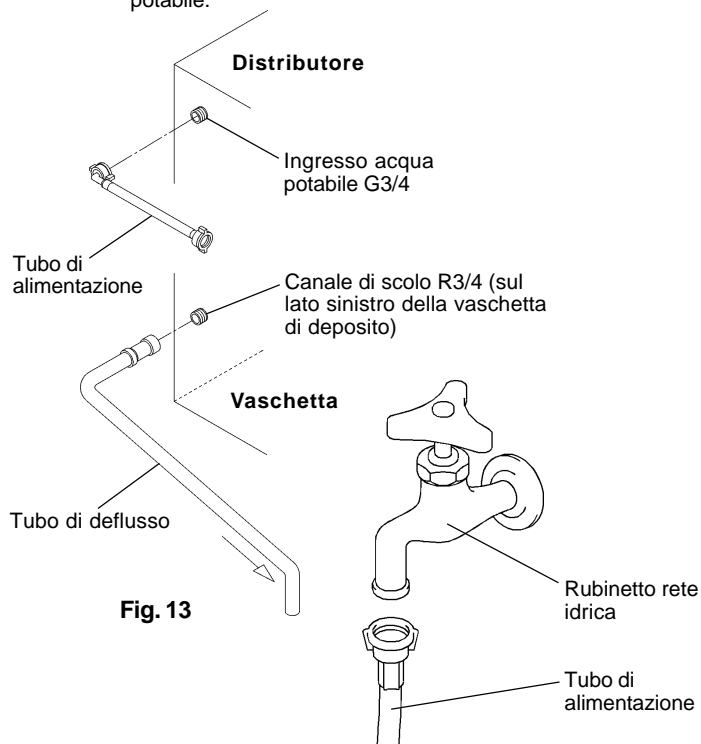

Fig. 13
- 1) Collegare l'estremità ad angolo del flessibile bianco (accessorio) al raccordo G3/4 sul retro del distributore come indicato (Fig. 13), accertandosi che la guarnizione di tenuta sia correttamente posizionata. Avvitare quanto basta a evitare perdite.
- 3) Collegare il flessibile grigio (accessorio) al raccordo R3/4 sul retro del distributore come indicato (Fig. 13), accertandosi che la guarnizione di tenuta sia correttamente posizionata. Avvitare quanto basta a evitare perdite. Accorciare il tubo in modo da garantire la corretta posizione del canale di scolo.